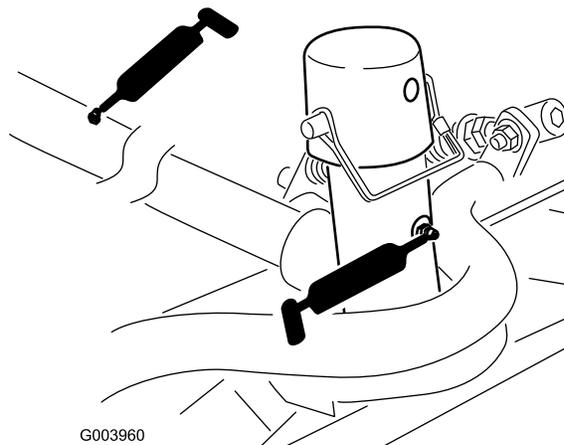

Рисунок 40
- Несущая рама и ось поворота режущего блока (по 2 шт.) (Рисунок 40)